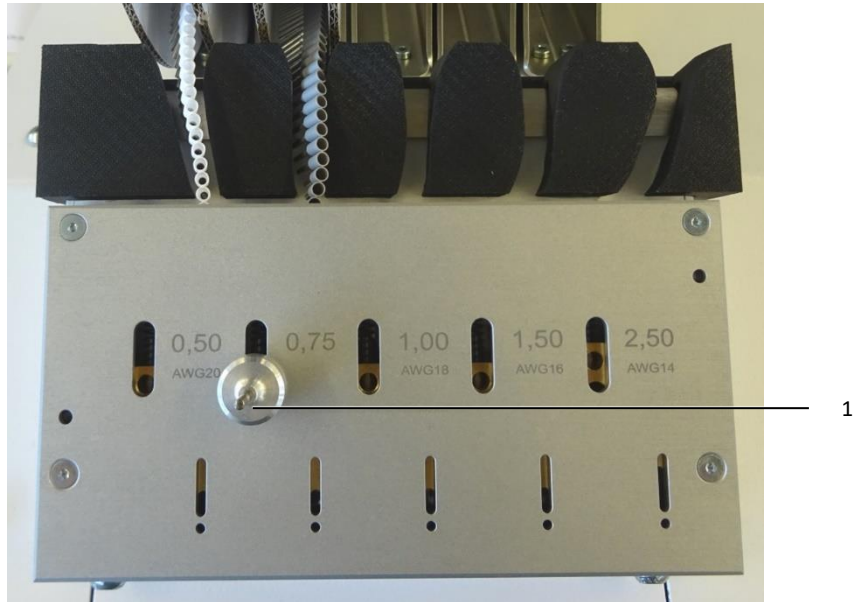

图 10: 上方固定销
- 将直径较大的固定销插入进料装置的上方开口（图10，项号 1）。